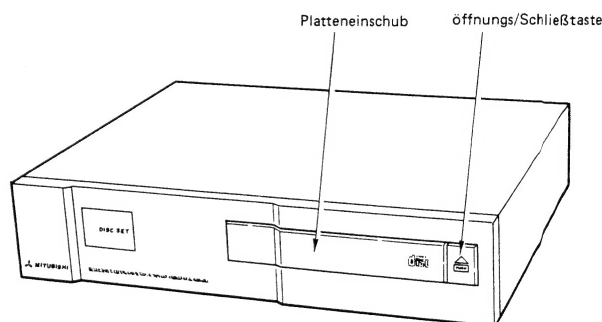

Abb. 9
- 1) Das HF-Signal von den Testpunkten TP201 HF und TP202 GND auf Leiterplatte PB-1 an Eingang CH-1 (Kanal 1) und das TE-Signal (Tracking Error = Abtastfehler) von Testpunkt J206 1 auf Leiterplatte PB-1 an Eingang CH-2 (Kanal 2) des Synchroskops legen. Das Signal für CH-1 (HF) als Triggersignal verwenden und beide Kanäle auf 1 V/Teilung, $0,5 \mu\text{s}$ /Teilung bzw. 0,2 V/Teilung und 10 ms/Teilung einstellen.
- 2) Stromversorgung durch Drücken der Taste **POWER ON** an der Steuereinheit einschalten. Danach die Öffnungs/Schließaste (PUSH) am CD-Spieler drücken und die Testplatte (Typ 3 oder 4) in den Platteneinschub einsetzen (Abb. 9).